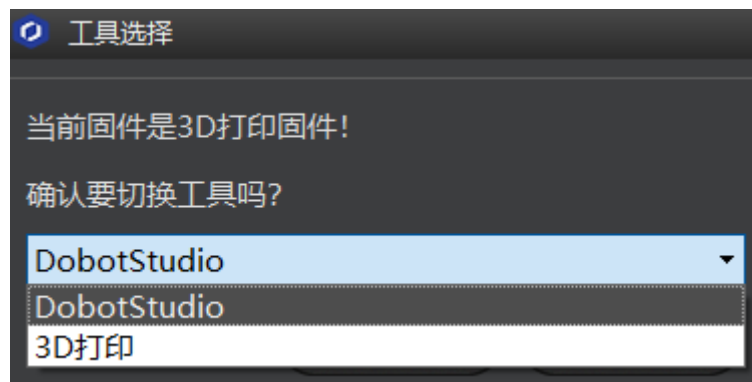

图 5.52 固件选择
1. 在连接DobotStudio时会弹出“工具选择”对话框，我们需在下拉框中选择“DobotStudio”重新烧录固件，如图 5.52所示，并单击“确认”。